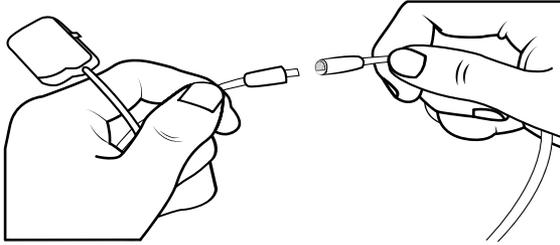

Figure 14. Câbles de salle d'opération 1x8 et rallonge
1. Fixer la rallonge du câble de salle d'opération au câble de salle d'opération (Figure 14).